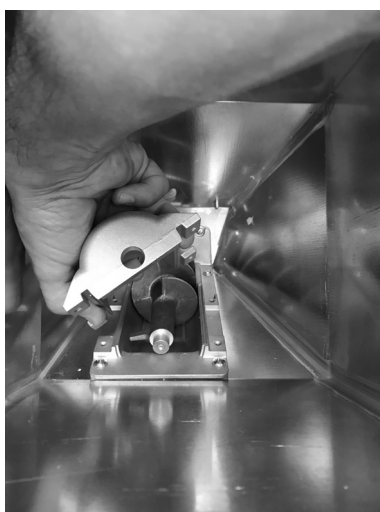

Fig. 72 - Retrait de la coque
- Retirer la coque (voir **Fig. 72**).